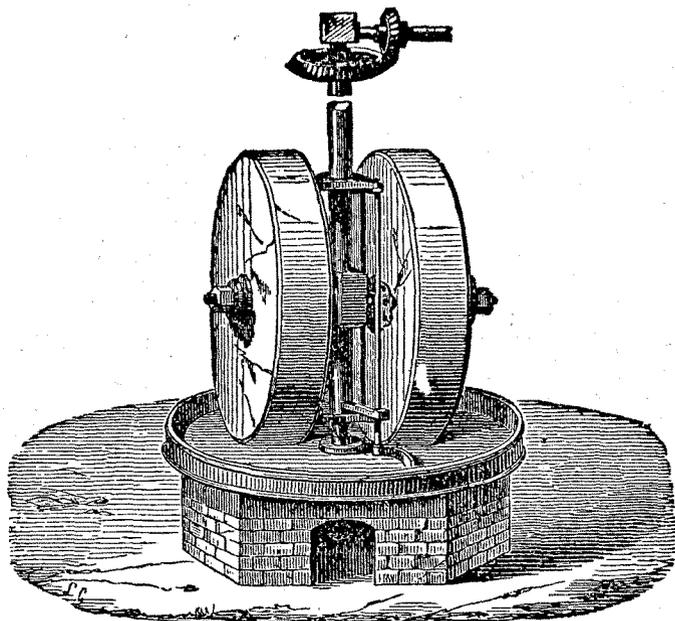

Fig. 145. — Moulin à écraser les olives.
**Extraction de l'huile d'olives.** — On écrase les olives dans une auge circulaire, sous des meules verticales tournant autour d'un arbre vertical, mû lui-même par un moteur quelconque, et qui les entraîne dans son mouvement (fig. 145). Il en résulte une pulpe qu'on enferme dans des sacs en grosse laine, ou *couffins*; ces sacs sont portés sous un *pressoir*, composé d'un plateau, supporté par une vis engagée dans un bâti
On porte cette sorte de pulpe sous les meules du moulin (fig. 145), et de là sous le pressoir, après l'avoir mise dans des sacs,